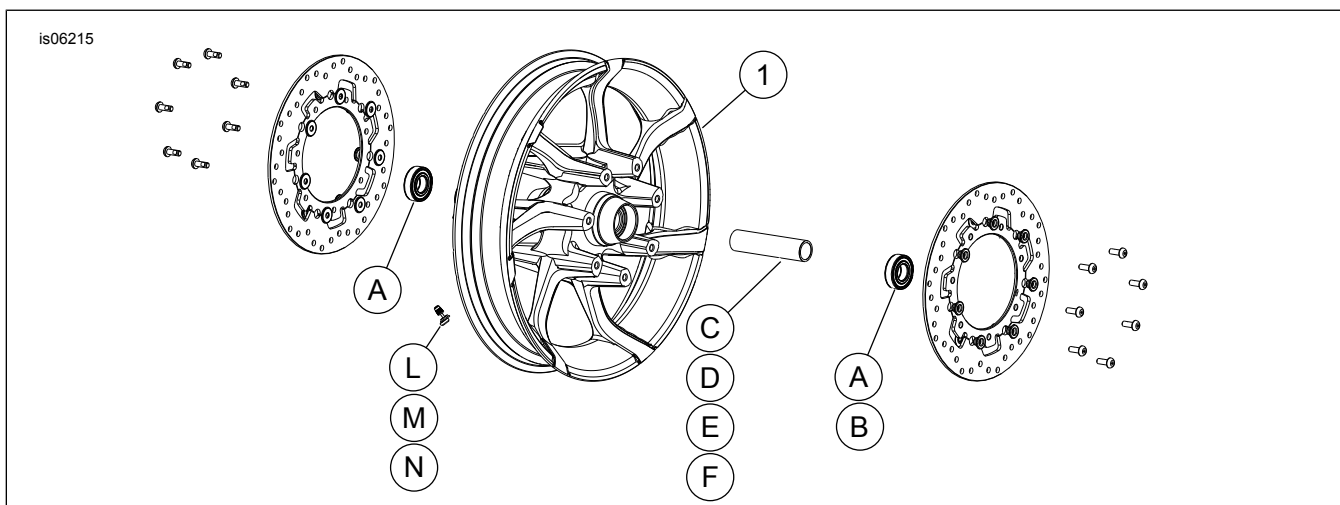

Figura 1. Parti di ricambio: Ruote agitatore anteriori (mostrate da 19 pollici)
Vedere Figura 1 e Tabelle delle parti di ricambio.
2. Vedere Figura 1 Installare il gruppo dello stelo della valvola (L) sulla ruota. Vedere il manuale di manutenzione.